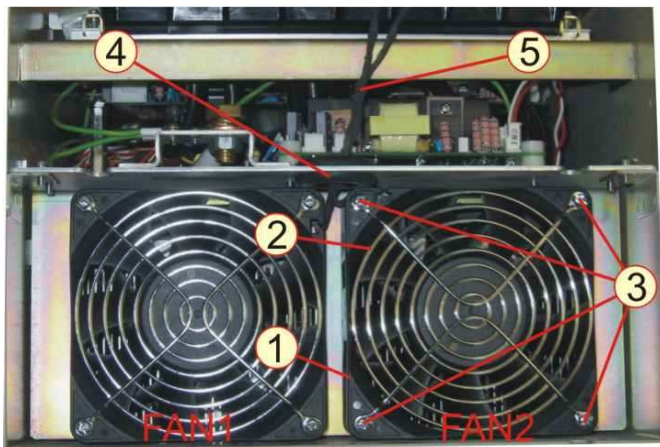

Рисунок 7.4
7.3.1 Взять вентиляторы 1, сориентировать вентиляторы так, чтобы стрелки направления потока воздуха на корпусах вентиляторов были направлены в сторону радиатора, а места выхода кабелей 5 располагались вблизи уплотнителя 4 (рисунок 7.4).
7.3.3 Взять решетки вентилятора 2, закрепить вентиляторы вместе с решетками, вкрутив восемь винтов 3 (рисунок 7.4).